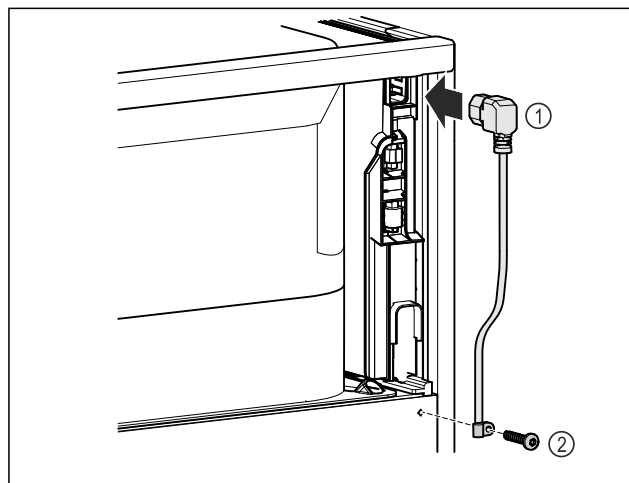

Fig. 75
- ▶ Kaltgerätebuchse der Netzanschlussleitung Fig. 75 (1) auf der Rückseite des Gerätes einstecken.
- ▶ Zugentlastung montieren. Fig. 75 (2)